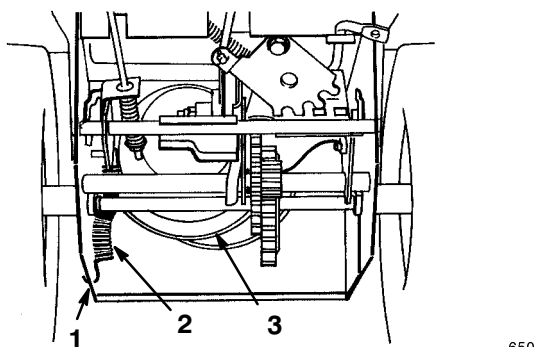

Figure 24
8. Décrochez le ressort de l'encoche du bord inférieur du panneau latéral (Fig. 24).
14. Raccrochez le ressort dans l'encoche du bord inférieur du panneau latéral (Fig. 24).